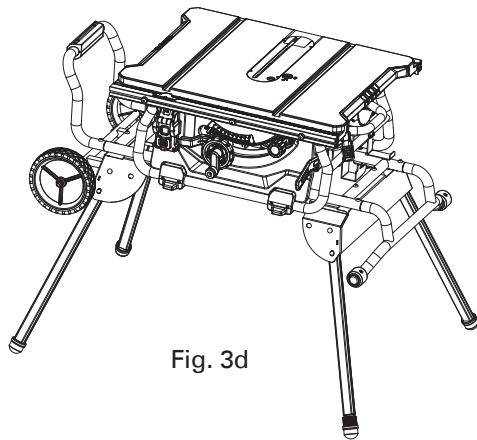

Fig. 3d
- La Fig. 3d indica el conjunto de patas de soporte en posición abierta.